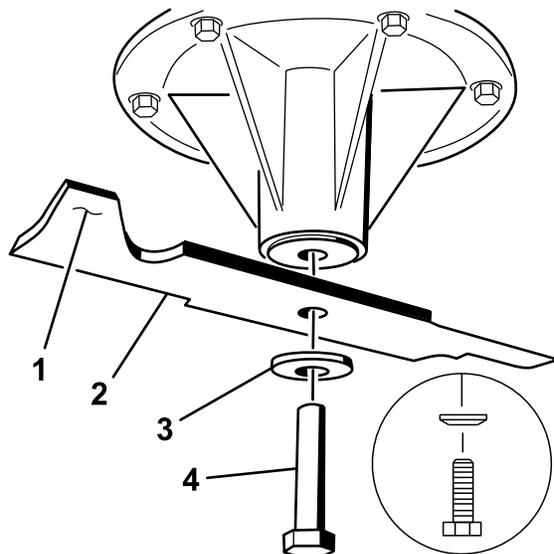

図 80
2. スピンドルのシャフトからブレード・ボルト、湾曲ワッシャ、ブレードを取り外す(図 80)。
ればバランスがとれているからそのまま使用してよい。もし傾くようなら、重い方の裏面を少し削って調整する（図 80）。バランスがとれるまで調整する。